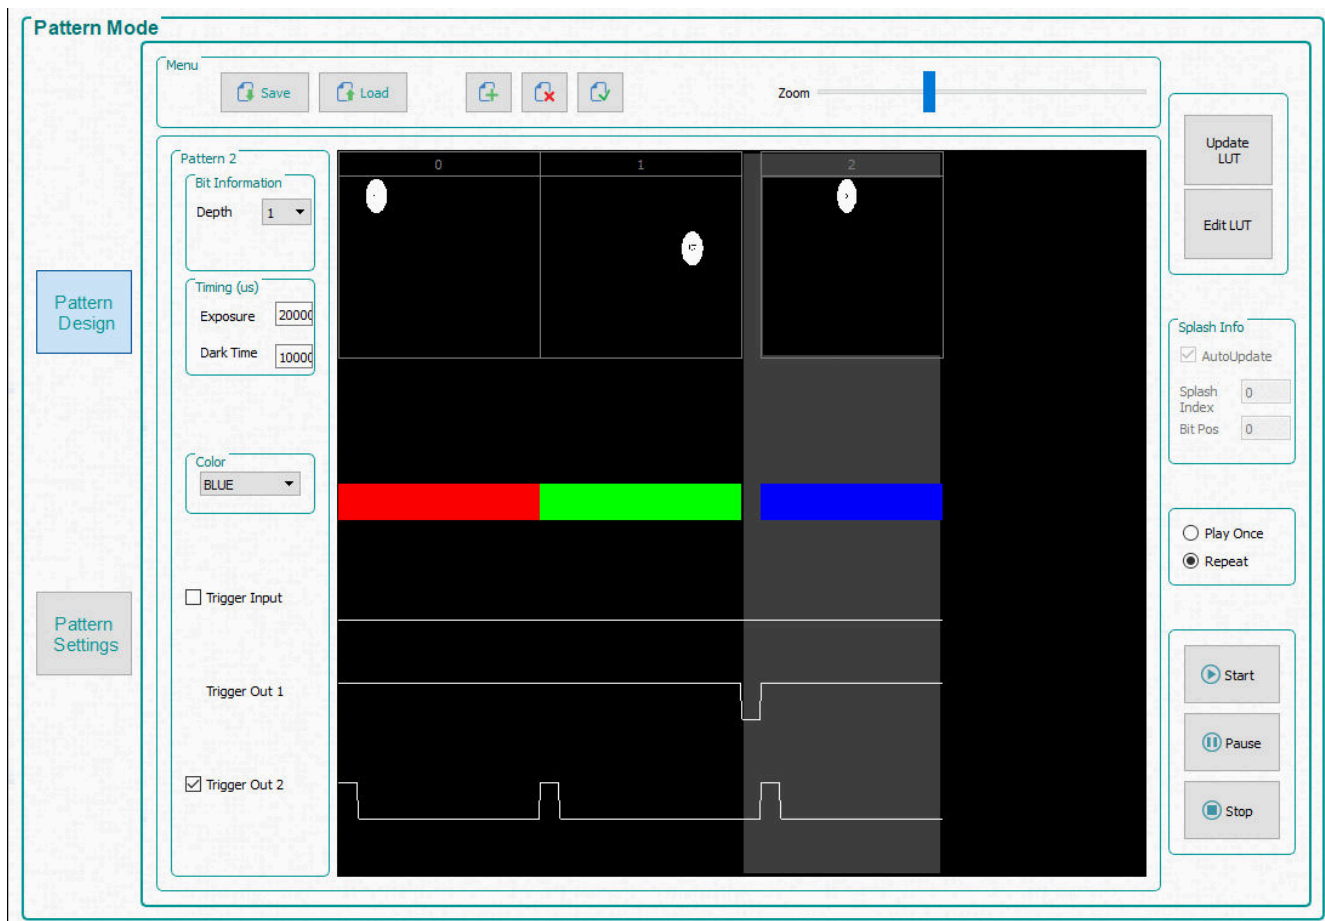

图 2-2. 简单的三个图案序列
在接下来的三个步骤中，所选图案由浅灰色选择区域表示。请参阅 图 2-2，其中展示了所选的第三个图案（图案 2）。
5. 选择第三个图案，并选择位深度为 1。将曝光时间设置为 200000 μ s，将黑暗时间设置为 100000 μ s，并将颜色选择为 **Blue**。图 2-2 展示了图案序列。